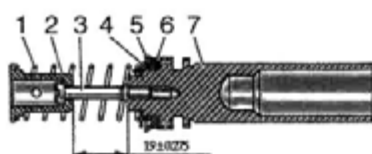

Рис. 7.14. Первичный поршень главного цилиндра:
- извлечь рукой за хвостовик поршень 10 в сборе. Снять с поршня направляющую втулку 9, наружную манжету 8 и упорное кольцо 7. Не рекомендуется без необходимости вывертывать винт 3 (рис. 7.14) держателя.
- собрать первичный поршень 6 (см. рис. 7.14), проверить размер ($19\pm 0,275$) мм (не регулируется);